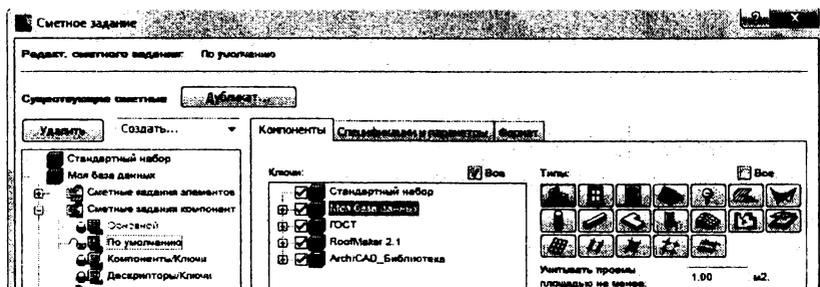
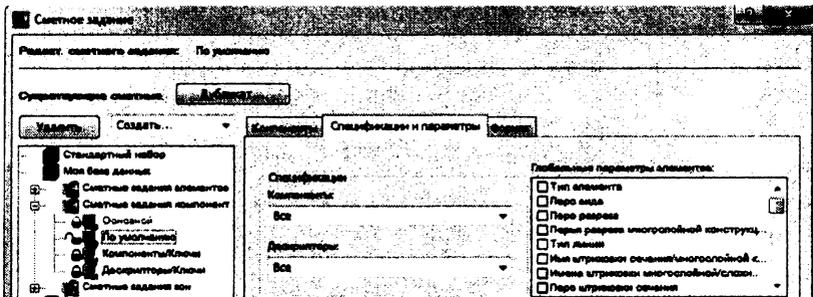
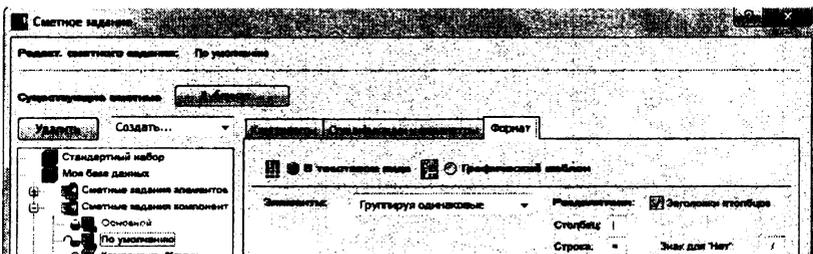
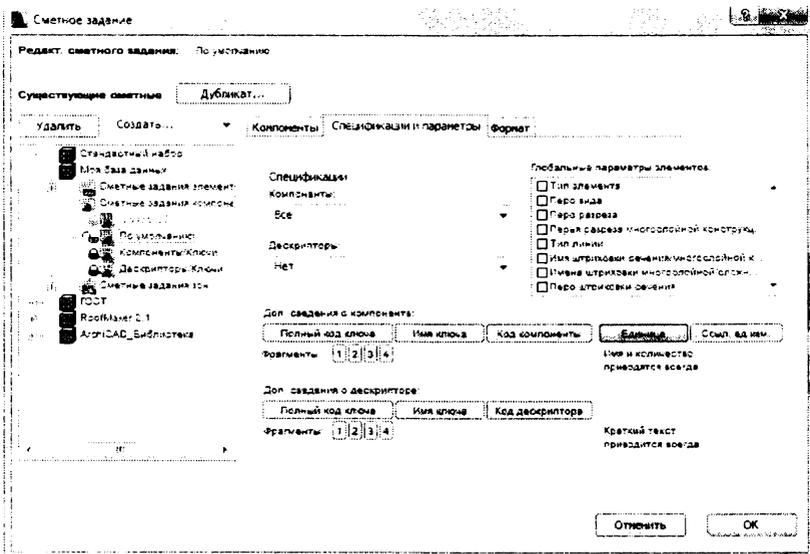

Рисунок 51
Рисунок 52
Рисунок 53
Рисунок 55
6. Установите параметры вкладок согласно рис. 51, рис. 52, рис. 53 и нажмите **ОК**.
4. Установите параметры вкладки Спецификации и параметры в соответствии с рис. 55. Параметры остальных вкладок можете оставить такими же, как на рис. 51, рис. 53.